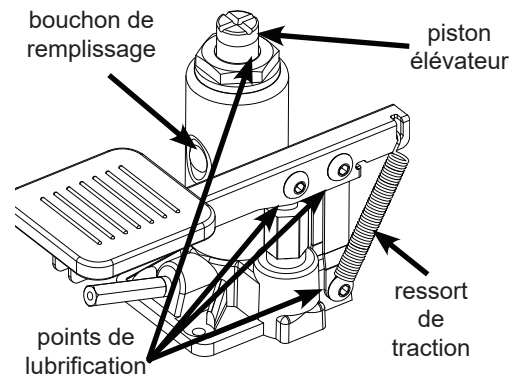
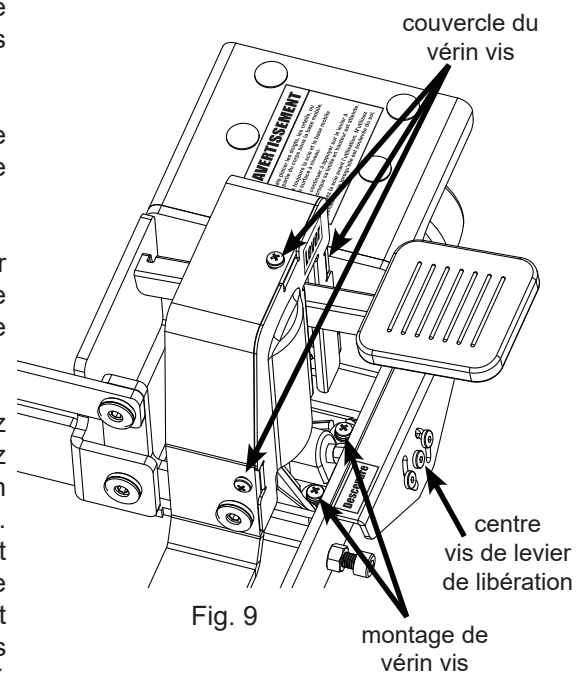

Fig. 8
Fig. 9
- Utilisez de l'huile SAE 30 pour lubrifier périodiquement les points illustrés à la fig. 8. Pour accéder aux points de lubrification, retirez les trois vis du couvercle du vérin à l'aide d'un tournevis à tête Philips (voir fig. 9), puis retirez le couvercle du vérin.
1. Assurez-vous que la scie est abaissée au sol. Retirez la vis du levier de libération central illustrée à la fig. 9 à l'aide d'une clé hexagonale de 3 mm. Retirez les trois vis de la couvercle de vérin et les deux vis de montage du vérin à l'aide d'un tournevis Philips.
3. Placez un tournevis à tête sur le piston élévateur du vérin (voir fig. 8) et enfoncez le piston aussi loin que possible. Retirez le vérin en inclinant le haut vers l'avant et en faisant glisser la tige hexagonale vers l'extérieur du trou du cadre de base mobile.
4. Une fois le vérin enlevé, placez-le en position verticale et retirez le ressort de traction. Enfoncez complètement la pédale. Retirez le bouchon de remplissage en caoutchouc illustré à la fig. 8 en tirant avec les doigts ou la soulevant avec un tournevis à tête. Ajoutez l'huile du vérin hydraulique pour que le niveau d'huile soit juste au fond du trou de remplissage. Utilisez uniquement l'huile du vérin hydraulique Remplacez le bouchon de remplissage et le ressort de traction et réinstallez le vérin en inversant les pas décrits ci-dessus. Enfin, vérifiez que le support est bien réglé pour supporter la tige hexagonale.